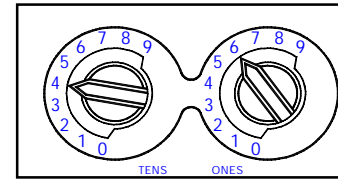

Abb. 3 Drehschalter für Adressierung
- Stellen Sie die Melder-Adresse zwischen 01 und 99 mit einem Schlitzschraubendreher an den beiden Drehschaltern ein und vermerken Sie die Adresse auf dem Etikett auf dem Sockel. (s. Abb. 3)